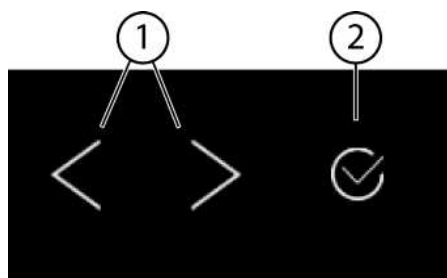
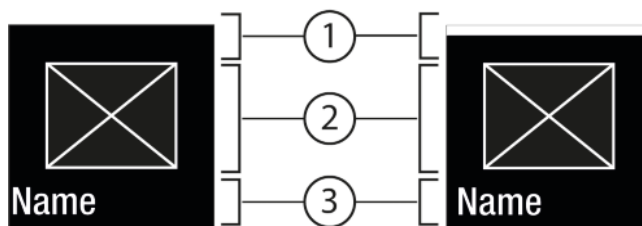
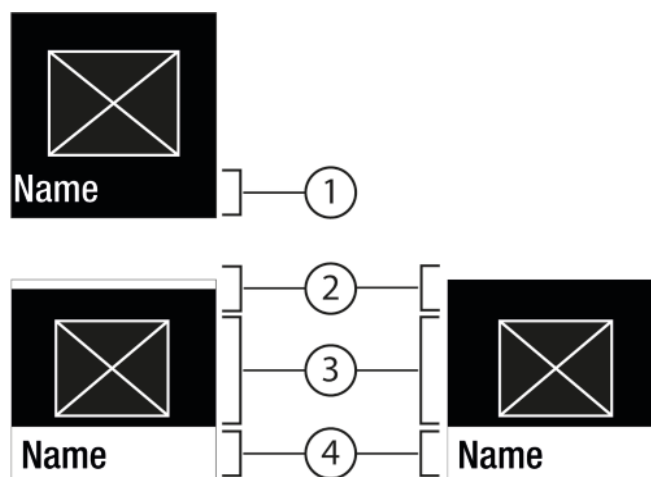

Fig. 5
Fig. 6
Fig. 7
- (1) Навигационная стрелка влево / вправо
(2) Подтвердить
Навигационная стрелка влево / вправо Fig. 5 (1):
Подтвердить Fig. 5 (2):
- Навигация при помощи навигационной стрелки влево / вправо Fig. 5 (1).
- С помощью Подтвердить Fig. 5 (2) активировать Fig. 6 (1) / деактивировать Fig. 6 (1) функцию / настройку.
- С помощью Подтвердить Fig. 5 (2) вызвать Подменю Fig. 7 (4).
- Установка нового значения: С помощью Подтвердить Fig. 5 (2) выбрать деактивированное значение Fig. 6 (1).
- Назад в меню: С помощью Подтвердить Fig. 5 (2) выбрать уже активированное значение Fig. 6 (2).
- ▶ Навигационные стрелки Fig. 5 (1) нажимайте до тех пор, пока не появится индикация функции.
- ▶ Нажмите на Подтвердить Fig. 5 (2).
- ▶ С помощью навигационных стрелок Fig. 5 (1) выберите значение настройки.
- ▷ Состояние: активировано Fig. 6 (1) появляется ненадолго в Подменю Fig. 7 (4).
- ▶ Нажимайте навигационные стрелки *Fig. 5 (1)* до тех пор, пока не появится индикация настроек .
- ▶ Нажмите на Подтвердить *Fig. 5 (2)*.
- ▶ Нажимайте навигационные стрелки *Fig. 5 (1)* до тех пор, пока не появится индикация требуемой настройки.
- ▶ Нажмите и удерживайте в течение 3 секунд Подтвердить *Fig. 5 (2)*.